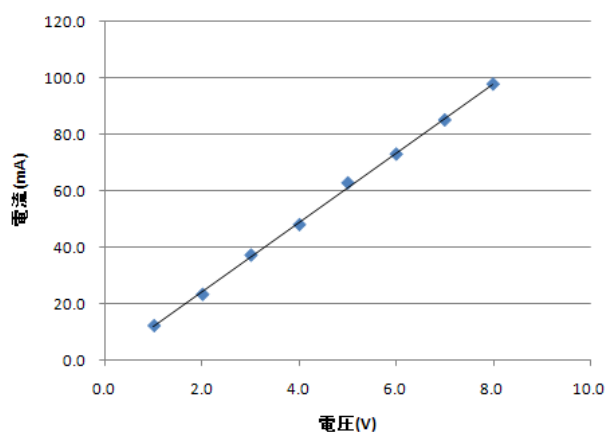

図 10 印加電圧と抵抗を流れる電流の関係
- (1) 実際に実験した方法を実験過程に沿って述べながら結果を記述すること。実験内容を理解する上で役に立つ。実験結果は表，グラフで示すことを原則とする。
- (2) 表の書き方の例を表3に示す。表のキャプション（説明書き）は表の上を書く。
- (3) グラフに描く例を図10に示す。グラフのキャプションはグラフの下を書く。グラフを描くときはグラフ用紙を用いる。グラフ描画ソフトウェアを用いても良い。
- (4) 表，グラフ共に物理単位の記述を必ず行うこと。グラフは縦軸，横軸の名称を記載すること。